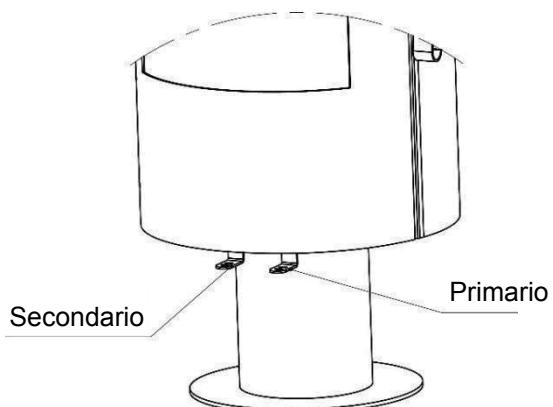

Figura 2
- 2) Aprire l'aria primaria al 100% (vedi Figura 2).